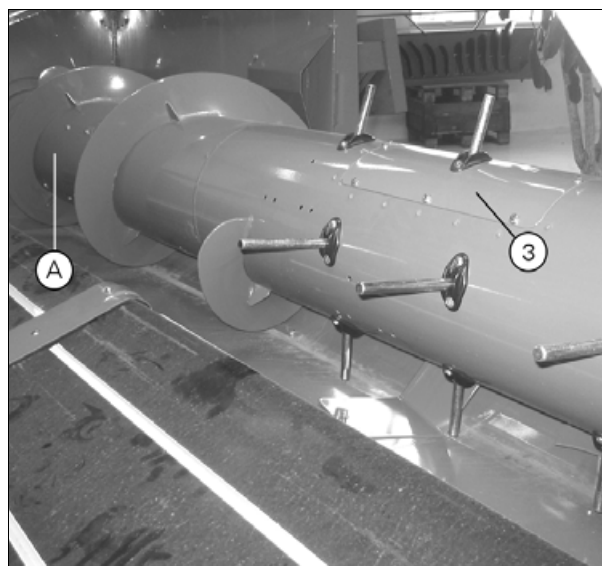

Рис. 5.
- Выверните болты внутреннего кронштейна через треугольное отверстие (G). Используйте накидной ключ с длинной рукояткой. При наличии внутренних повреждений шнека жатки снимите крышки смотровых люков (3) и (A) (рис. 5).
1. Снимите крышку смотрового люка (3) (рис. 5).
3. Ударьте по кривошипу в направлении стрелки, пока он не будет снят с коленчатого вала (A) (при сборке не забудьте установить шпильки (B)).